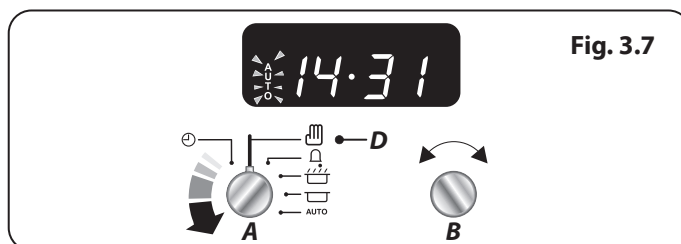

Fig. 3.7
4. Une fois la durée spécifiée écoulée, une alarme est émise et le four multifonction s'arrête de fonctionner. Le symbole « Cuisson » disparaît de l'affichage et le mot « AUTO » se met à clignoter (Fig. 3.7).
5. Lors de votre retour, remplacez le bouton du Programmeur (A) sur la position Manuel (D) pour revenir au mode de cuisson manuel (Fig. 3.7).